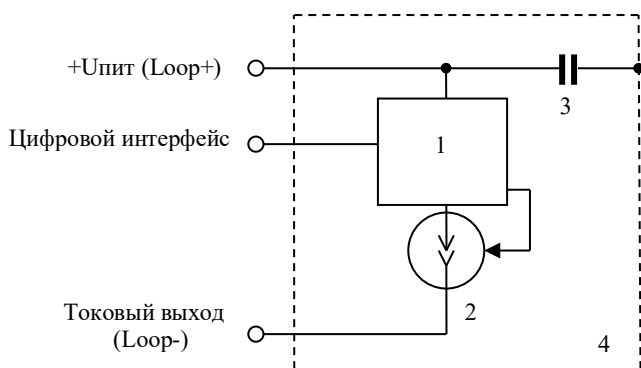

Рис.1. Функциональная схема преобразователя.
5.4. Функциональная схема преобразователя показана на рис.1.